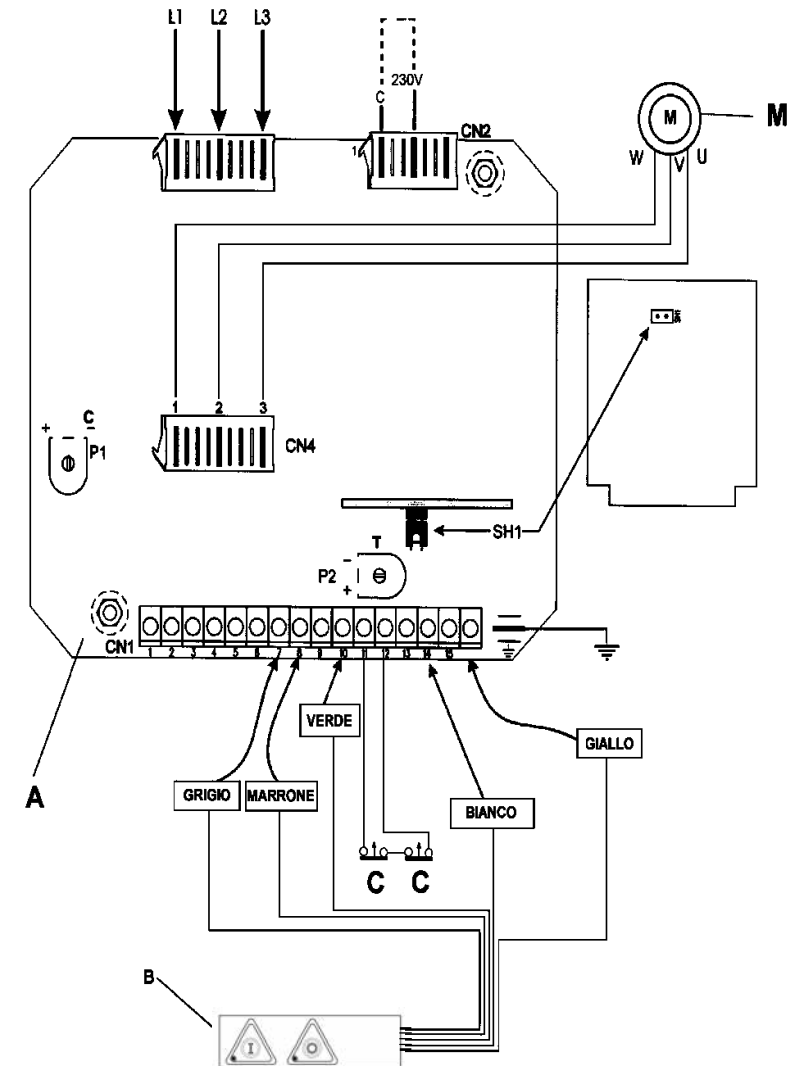

Fig. 2.6.3
2.6.3 Schéma électrique triphasé branché à 230V(fig. 2.6.3)